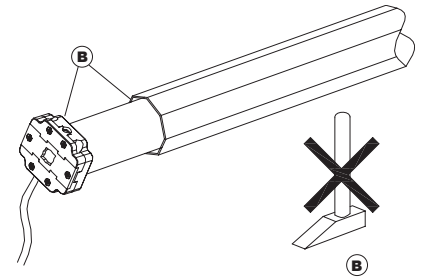

Fig.4
c. Ne pas asperger d'eau le moteur (**Fig.4**).